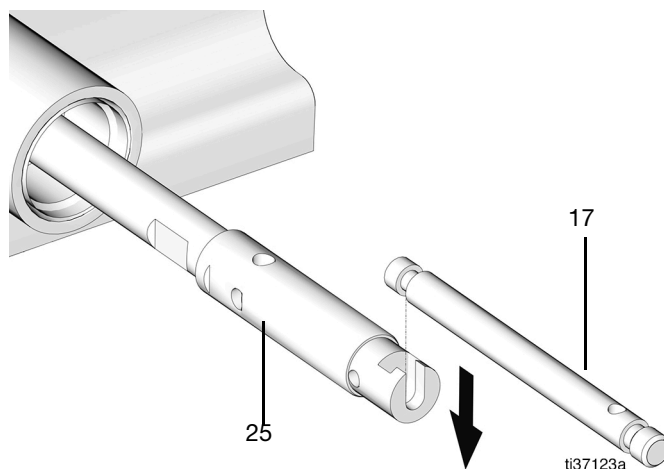

FIG. 60
15. Ponga la varilla de la pala (17) en la ranura del pistón de la bomba (25) (FIG. 60).